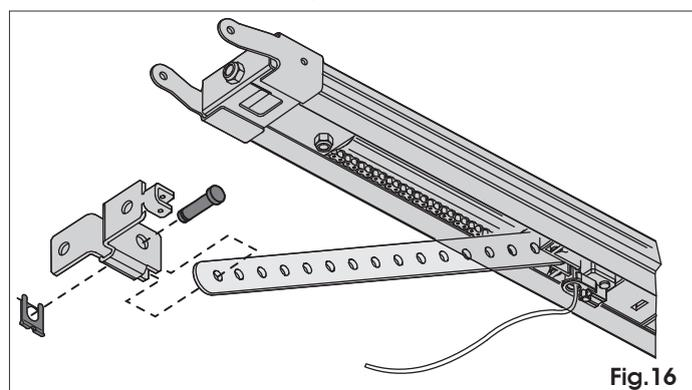
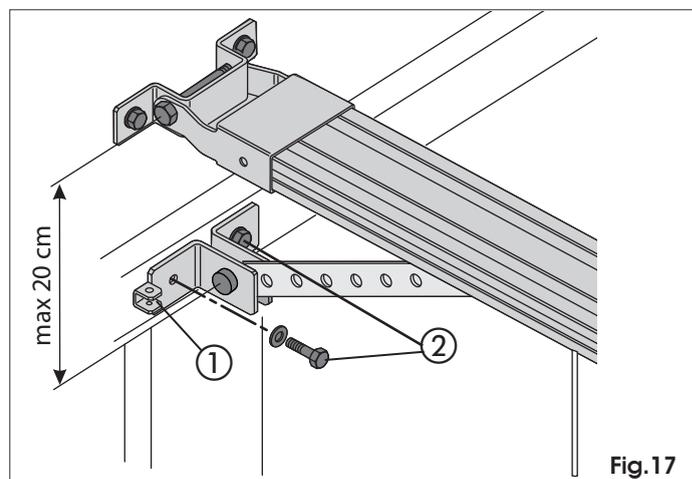

Fig.16
Fig.17
- 1) Assembler la patte d'attache à la tige du chariot (Fig. 16). Positionner la patte d'attache sur la porte de manière à ce que le trou de passage du fil de déverrouillage soit tourné vers le côté gauche de la porte (ref. ① Fig. 17).
- 4) Contrôler que la distance entre les entraxes des trous de fixation de la patte d'attache antérieure et de la patte d'attache sur la porte n'est pas supérieure à 20 cm (Fig. 17). Pour un fonctionnement correct de l'automatisme, on conseille d'éviter d'incliner le bras de plus de 30° par rapport au rail de guidage.
- 5) Tracer, percer et fixer la patte d'attache à la porte, par l'intermédiaire des vis (ref ② Fig. 17) **NON** fournies.